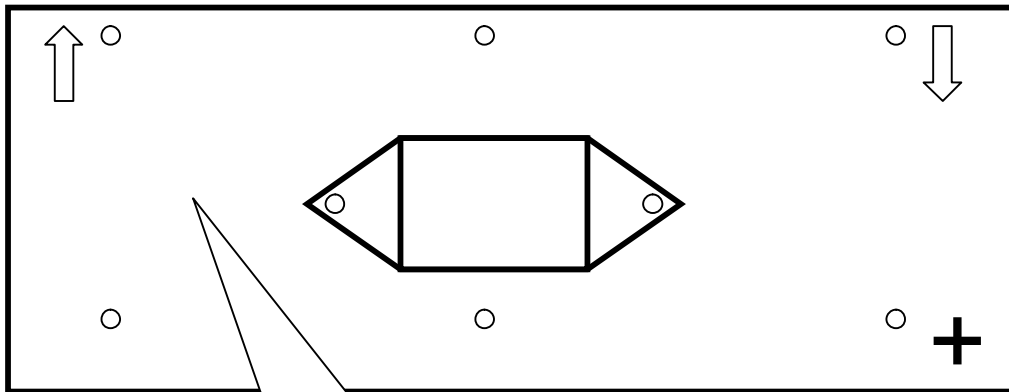

図 2
- 6個のネジを外し右側パネルを外し緑に黄色縞の入ったアース線を外してください。(注: 青のフィルターメディアを外す必要はありません)。 図2と3